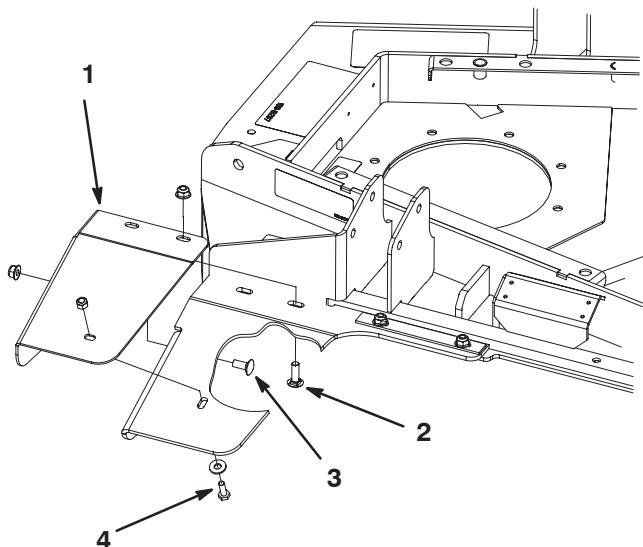

**Figura 1**
1. Montate il deflettore in gomma nell'angolo posteriore sinistro dell'apparato di taglio, usando un serrafilo fissatore, due bulloni a testa tonda da 5/16 x 1" di lunghezza, e dadi flangiati. Collocate il deflettore come illustrato nella figura 1.